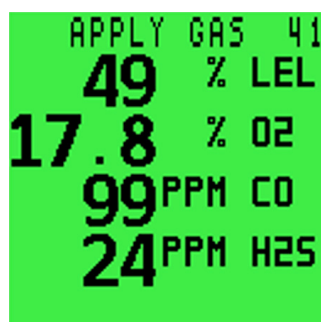

Рисунок 9-4: Экран APPLY GAS (подача газа)
5. Обеспечив подачу газа, нажмите и удерживайте правую кнопку для запуска калибровки. Начнется 60-секундный обратный отсчет (см. Рисунок 9-4: Экран APPLY GAS \(подача газа\)). По истечении этого времени прибор будет откалиброван в соответствии с заранее заданными значениями.